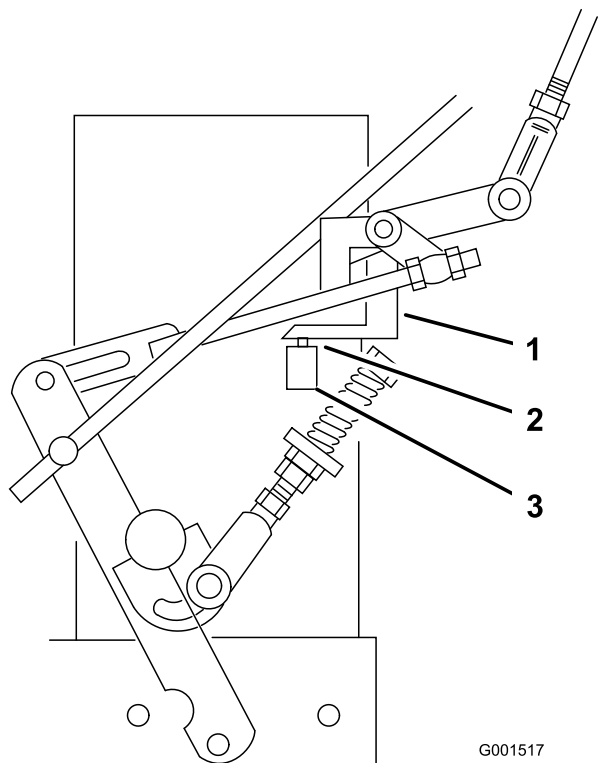

Figure 35
7. Vérifiez que le contacteur de sécurité est enfoncé et qu'un espace de 8 mm (5/16 po) sépare la languette d'actionnement du contacteur (Figure 35).
8. Au besoin, ajuster la position du contacteur pour obtenir un espace de 8 mm (5/16 po) (Figure 35).